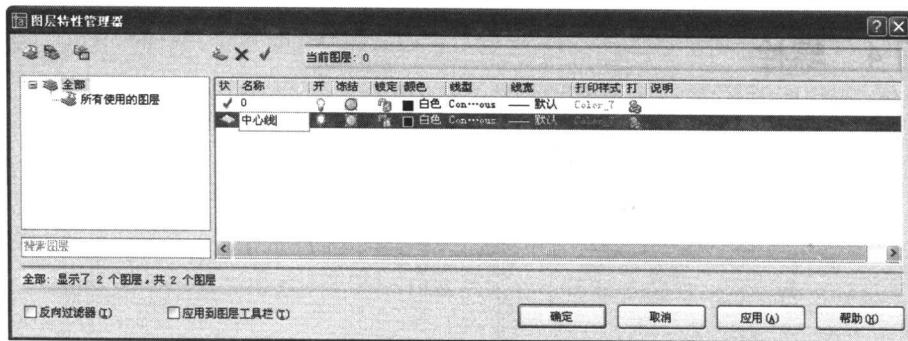

图 4-3 更改图层名
(2) 单击“新建”按钮创建一个新层，把该层的名字由默认的“图层 1”改为“中心线”，如图 4-3 所示。